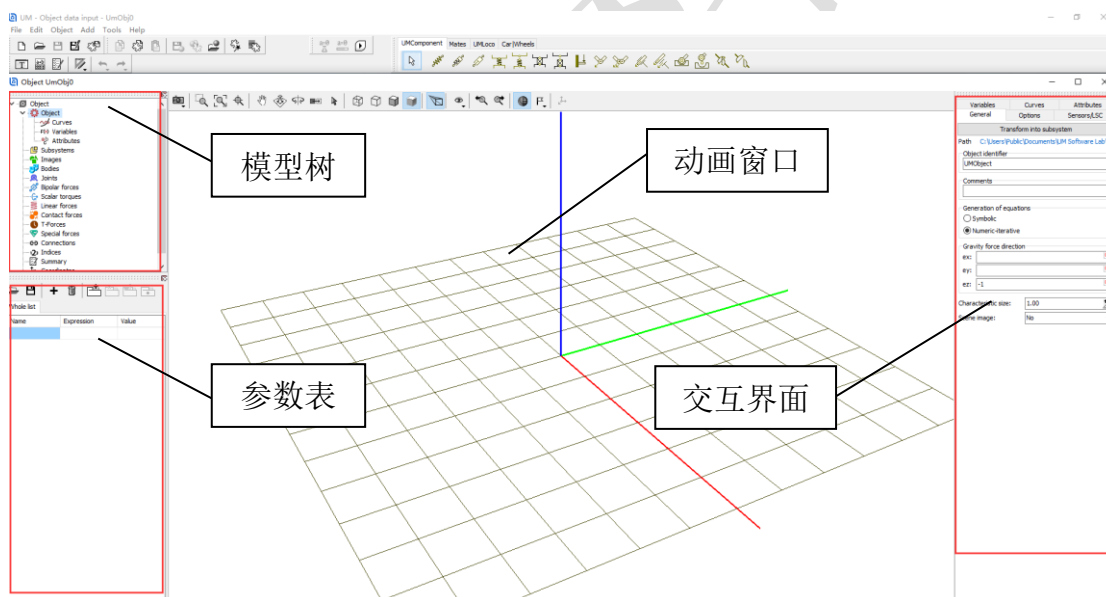

图 1.3 UM 建模界面
- 选择菜单 File | New object，新建一个 UM 模型，如图 1.3 所示。
请先用几分钟的时间熟悉一下 UM Input 程序建模界面，如图 1.3 所示。